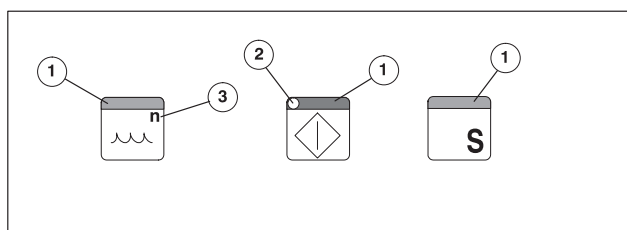

Рис. 5 Обозначения на кнопках
Цветная полоса на кнопке (Рис. 5/①);
Светодиод (LED) Рис. 5/②;
Кнопка с обозначением "n" (Рис. 5/③): необходим ввод с помощью кнопок "+" или "-"